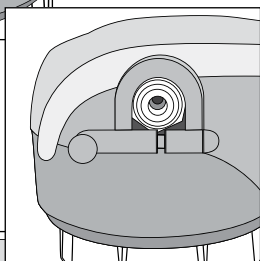

Рис. 2
- Вставьте крючок в отверстие до щелчка (**рис. 2**).